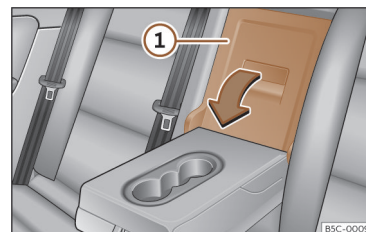

Fig. 200 No encosto do banco traseiro: abertura da tampa.
- Puxe a alavanca de desbloqueio no sentido da seta e rebata completamente a tampa >>> **Fig. 200** ① para a frente.